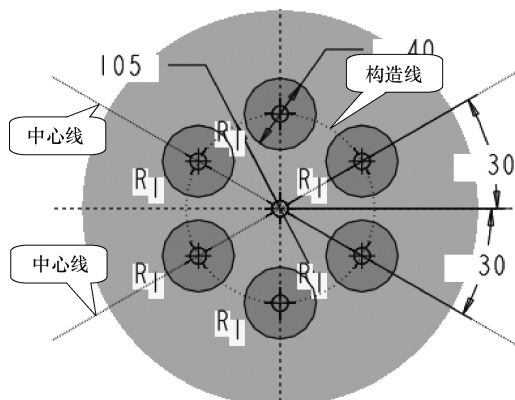

图 4-143 生成带轮主体
(11) 弹出【参照】对话框，选取“FRONT”面作为参照，关闭【参照】对话框，绘制 6 个圆形截面，基准线分别使用直线和圆构造线，修改其定位尺寸和直径尺寸，完成后的图形如图 4-143 所示。